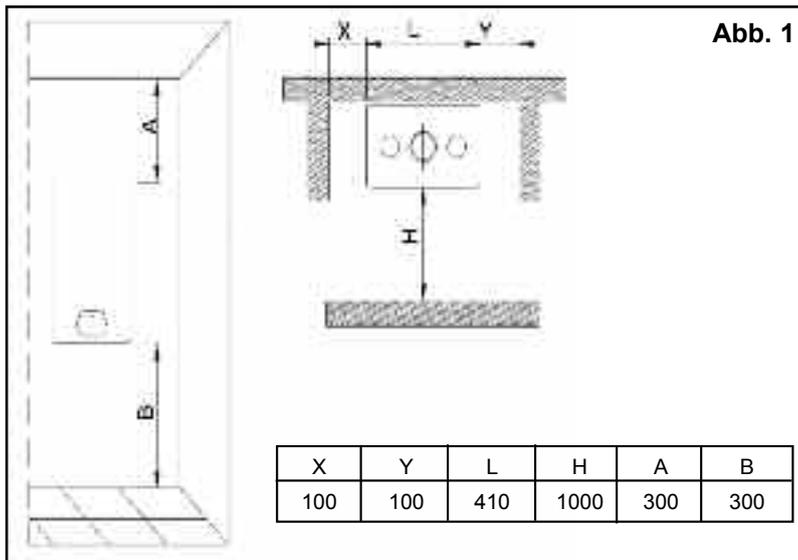

Abb. 1
**A)** Das eingepackte Gerät auf den Boden hinlegen (Abb. 1), sodass die Pfeile am Karton nach oben zeigen, dann die 4 Klammern entfernen und die 4 Kartonflügel der Schachtel nach aussen klappen.
Um einen Zugang zum Inneren des Gerätes für das Ausführen von Wartungsarbeiten zu ermöglichen, ist es **NOTWENDIG**, die Mindestabstände einzuhalten, die in der Abb. 1 angegeben sind.
**Bild 1)** An der Montage-Position des Gerätes mit einer Wasserwaage eine Linie (Mindestlänge 25 cm) an der Wand ziehen um die **OBERKANTE** des Gerätes fest zulegen. Danach den ersten Teil der Montageschablone [Trägerschiene **A**] mit Schrauben und Dübeln an der Wand befestigen.